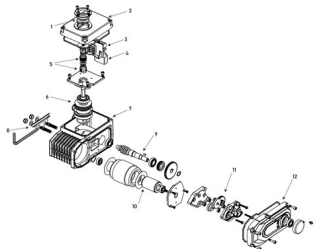

Рис. 1
2.2. Детализовка электропривода Рис. 1.